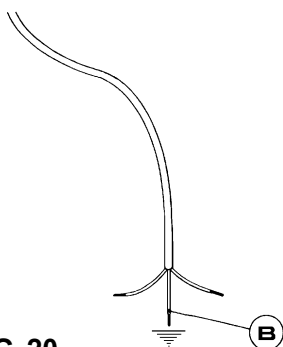

FIG. 20
En cas de remplacement du câble d'alimentation, l'installateur devra veiller à ce que le conducteur de terre (B) soit plus long que les conducteurs de phase (voir fig. 20) et il devra en outre respecter les avertissements du paragraphe 8.